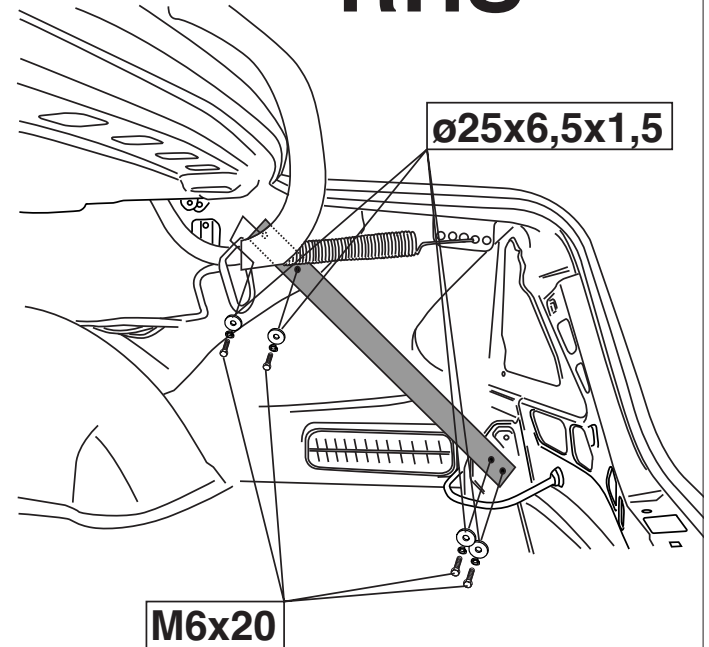

Fig. 1
3. Montar los soportes G y H. Véase la fig. 1.
**Si los arcos de refuerzo suministrados no caben (ver fig. 1), se deberán pedir los arcos de refuerzo LHS (A 211 639 03 43) y RHS (A 211 639 04 43) en un concesionario de Mercedes Benz.**
3. Montare i sostegni G ed H. Vedi fig. 1.
**Se i ganci di rinforzo in dotazione, (vedi fig. 1), non dovessero andare bene è necessario ordinare i ganci di rinforzo originali LHS (A 211 639 03 43 ) ed RHS (A 211 639 04 43 ) presso una delle filiali Mercedes Benz!**
3. Zamontować wsporniki G i H. Patrz rys. 1
**Jeżeli załączone ramiona wspomagające (patrz rys. 1) nie będą pasować, należy zamówić w filii Mercedesa Benz oryginalne ramiona wspomagające LHS (A 211 639 03 43) i RHS (A 211 500 06 93)!**